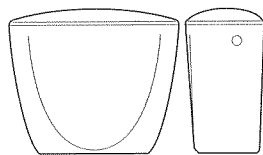

Рис.7
- бачок смывной кнопочный или с верхним пуском с боковой подводкой высокий (рис. 7).